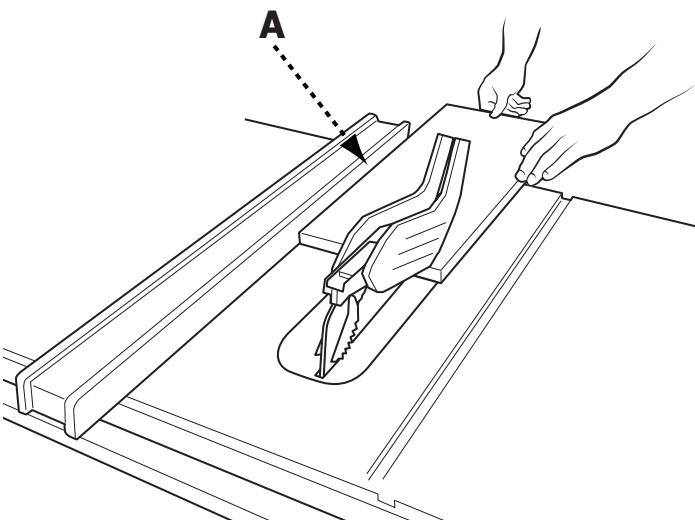

FIGURA 23
8. Sujete la pieza de trabajo horizontalmente sobre la mesa y contra la guía (A). La pieza de trabajo debe tener un borde recto contra la guía y no debe estar deformada, torcida ni doblada. Puede observar la posición correcta de las manos en la (FIGURA 23).